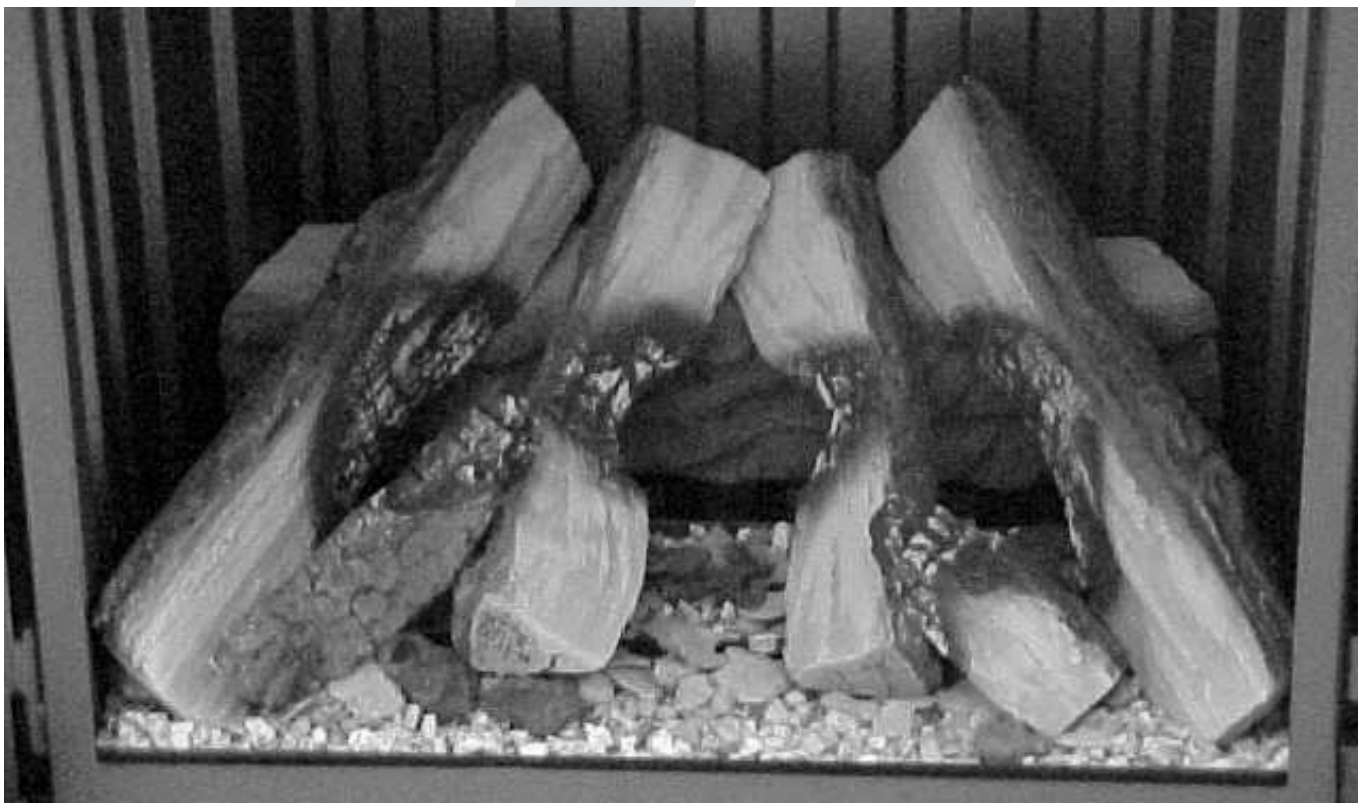

fig. 5
- Legen Sie danach die übrigen Blöcke, wie angegeben in Fig. 5, ein.